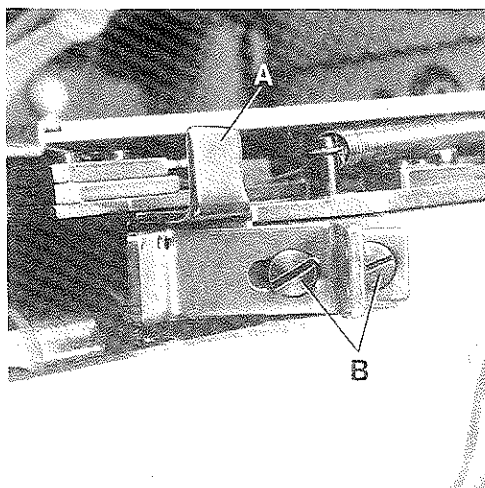

Fig.37
After setting the lower knife tips, again move the thread trimmer mechanism to the left until the tips of the lower knives are 12 mm (5/32 in.) from the right end of the loopers. In this position slightly push the knife frame and holder assembly towards the rear, set front guide (A, Fig. 37) against it and tighten in place with the two screws (B). Check to see that the thread trimmer mechanism moves freely right to left.
Nach dem Einstellen der Untermesserspitzen schieben Sie den Fadenabschneidermechanismus nochmal nach links bis die Spitzen der Untermesser 12 mm vom rechten Ende der Greifer entfernt sind. In dieser Stellung drücken Sie den Messerrahmen und Halter ein wenig nach hinten, stellen die vordere Führung (A, Fig. 37) dagegen und ziehen sie mit den beiden Schrauben (B) fest. Überprüfen Sie, ob sich der Fadenabschneidermechanismus frei von rechts nach links bewegt.